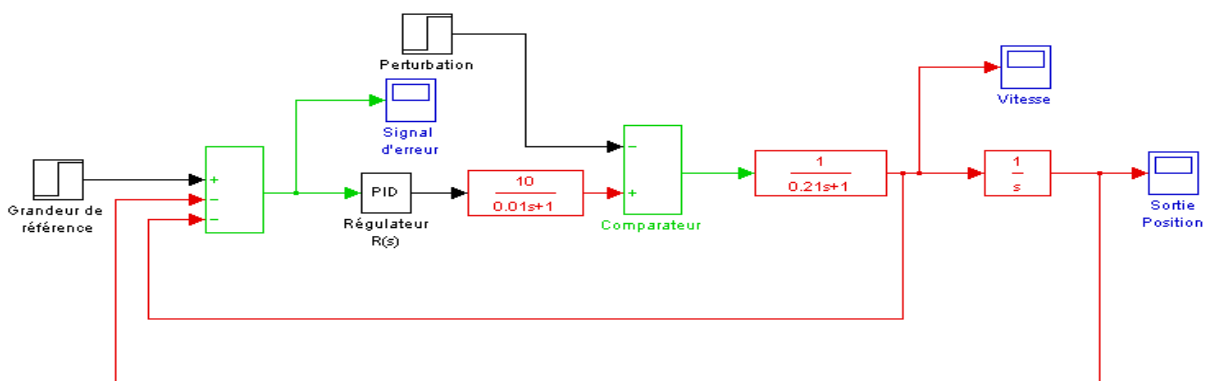

Figure 3 : Schéma de simulation avec une contre réaction sur la vitesse.
- Calcule et trace la réponse sinusoïde sur la figure 3.